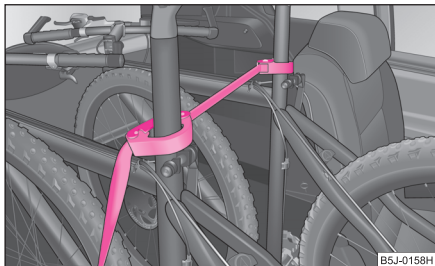

Fig. 69 Asigurarea bicicletei cu coliere
- Așezați colierul cu partea din cauciuc în față (direcția de mers) cât mai jos posibil la tija șeii și închideți colierul ⇒ fig. 69.
- În cazul transportării a două biciclete, prindeți centura ⇒ fig. 69 între tijele șeilor.